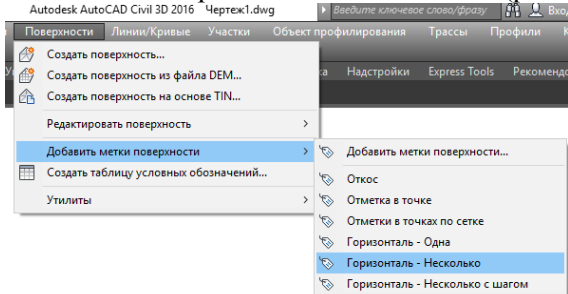

Рис. 20. Добавление подписей горизонталей
1. В верхнем меню выбрать «Поверхности» → «Добавить метки поверхности» → «Горизонталь – несколько» (рис. 20).